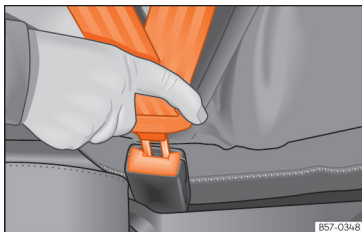

Abb. 24 Schloßzunge des Sicherheitsgurts in das Gurtchloß einstecken.
- Schloßzunge fest in das zum Sitzplatz gehörende Gurtchloß stecken »» [Abb. 24].